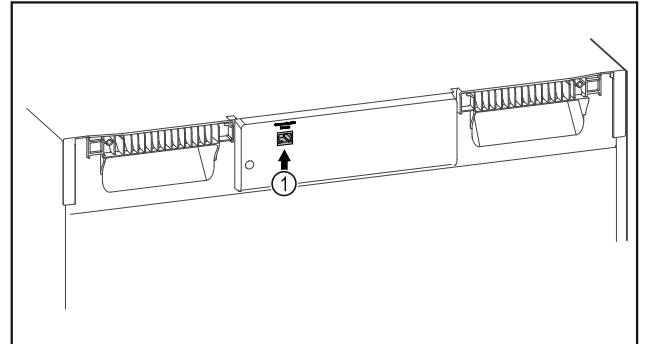

Fig. 126
- SmartModule Fig. 126 (1) 已使用。